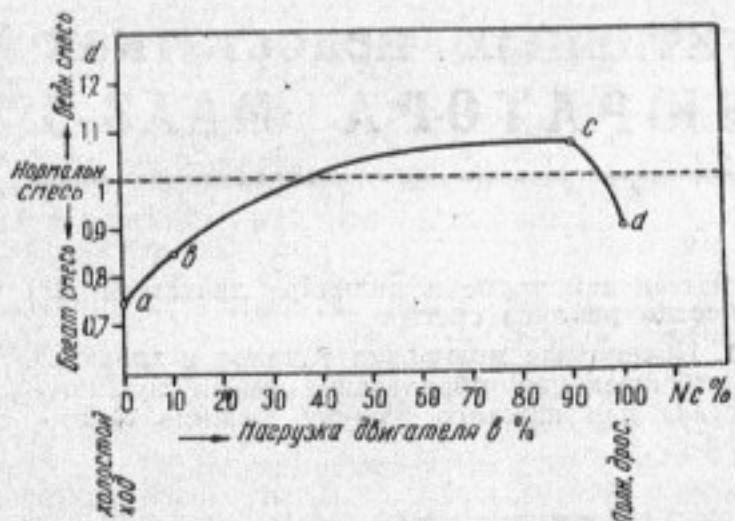

Рис. 2.
В настоящее время путем многочисленных лабораторных испытаний достаточно точно установлена характеристика идеального карбюратора. На рис. 2 дана кривая а—б—с—д, показывающая, что:
3. Экономайзер, установленный в карбюраторе МАЗ-5, обеспечивающий возможность работы двигателя с полной нагрузкой на богатую смесь (точка д на рис. 2) с переходом на обедненную смесь при закрытии дросселя (кривая д—с) приближает МАЗ-5 в отношении дозировки состава смеси к современным карбюраторам.